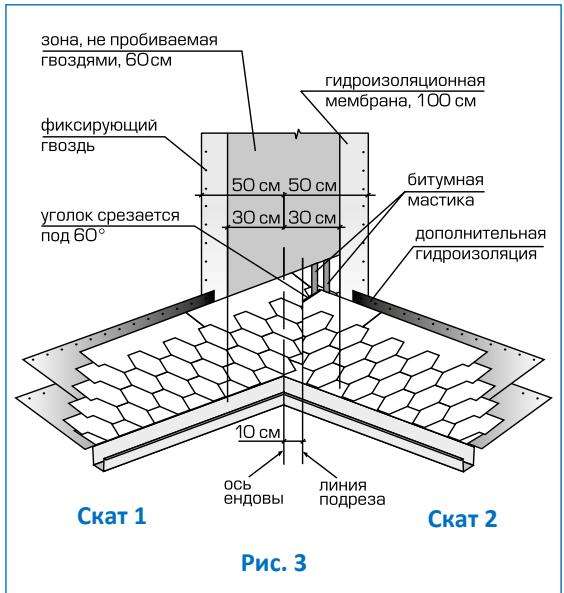

Рис. 3
#### Ендова (рис. 3)
- лист, подходящий к ендовой со ската II, должен доходить до линии подрезки и обрезаться по ней. Верхний уголок обрезанного края листа подрезается под углом 60° (5 x 3 см — рис. 3);